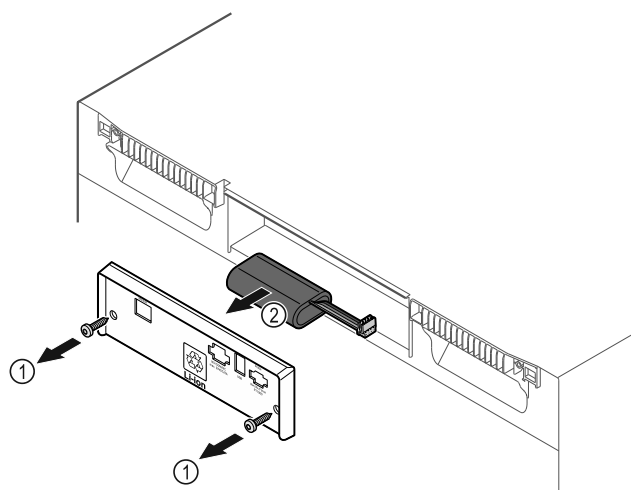

Fig. 173
- ▶ Schrauben herausdrehen und Abdeckung auf der Rückseite des Geräts entfernen Fig. 173 (1).
- ▶ Batterie abstecken und herausnehmen Fig. 173 (2).